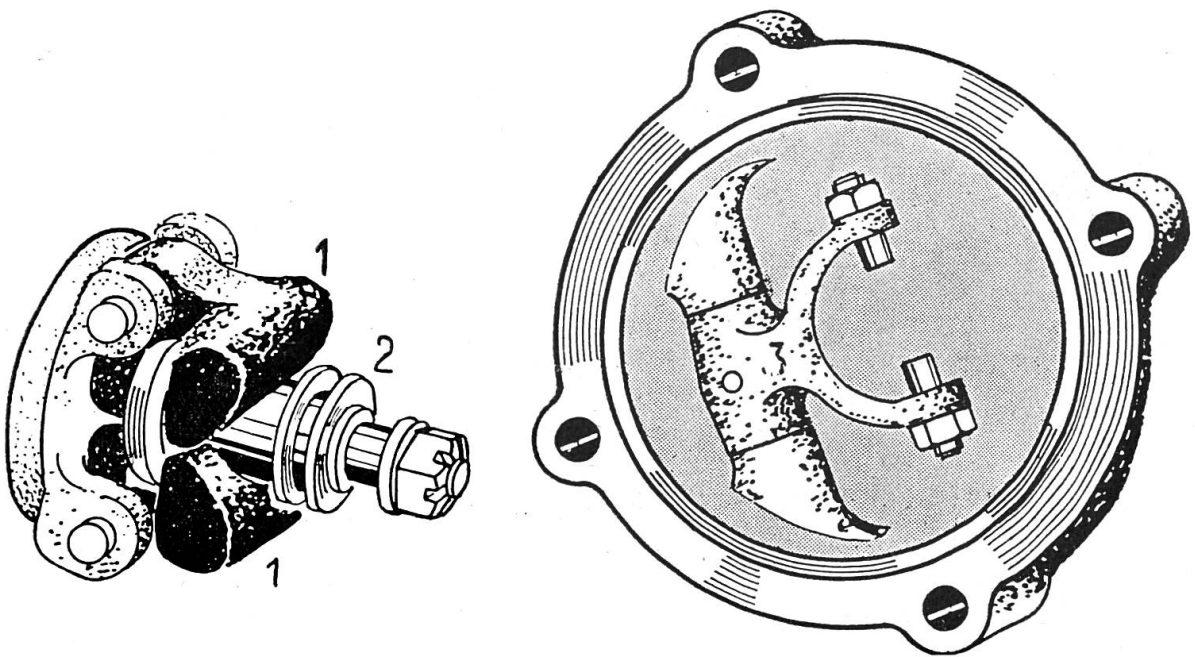

Fig. 159: Régulateur démonté. 1 = Masses, 2 = Douille, 3 = Fourche
Le plus souvent le régulateur comprend des masses ou des billes qui sont soumises à un mouvement de rotation et subissent une force centrifuge. Sur des moteurs diesel à plusieurs cylindres on utilise parfois la dépression dans la conduite d'aspiration, tandis que sur de petits moteurs à refroidissement à air, on utilisera la pression de l'air de refroidissement pour actionner le régulateur. La fig. 159 montre un régulateur centrifuge démonté. Lorsque la vitesse du régulateur augmente, les 2 masses (1) s'écartent l'une de l'autre et poussent la douille (2) vers la droite. Ce mouvement est transmis à la fourche (3) qui agit par une tringle sur la pompe à injection ou sur le papillon des gaz, de façon que l'injection de mazout ou l'admission du mélange air-carburant diminue quand la vitesse du moteur augmente. Lorsque le moteur ralentit, le régulateur ralentit également, la force qui agit sur les deux masses et les fait s'écarter diminue aussi, si bien qu'un ressort peut faire ouvrir le papillon des gaz ou l'injection de mazout. En tendant le ressort davantage, le régulateur permettra d'atteindre un régime plus